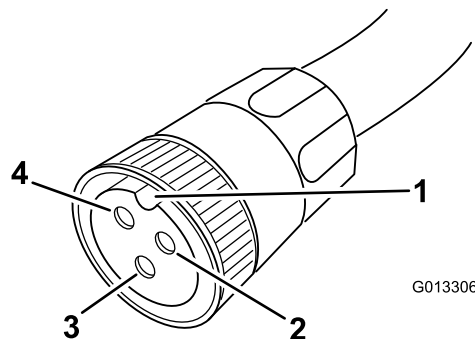

Figura 12
2. Segure o cabo de forma a que a ranhura esteja na posição das 12 horas (Figura 12).